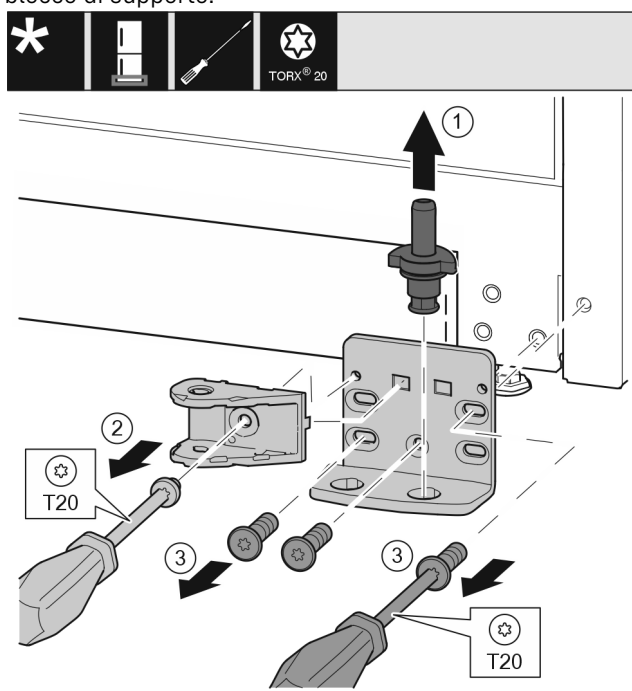

Fig. 45 \*
- Estrarre completamente verso l'alto i perni di supporto Fig. 45 (1).\*
- Svitare la vite con un cacciavite Fig. 45 (2) e rimuovere il collegamento dell'ammortizzatore di chiusura.\*
- Svitare le viti Fig. 45 (3) con un cacciavite e rimuovere il blocco di supporto.\*